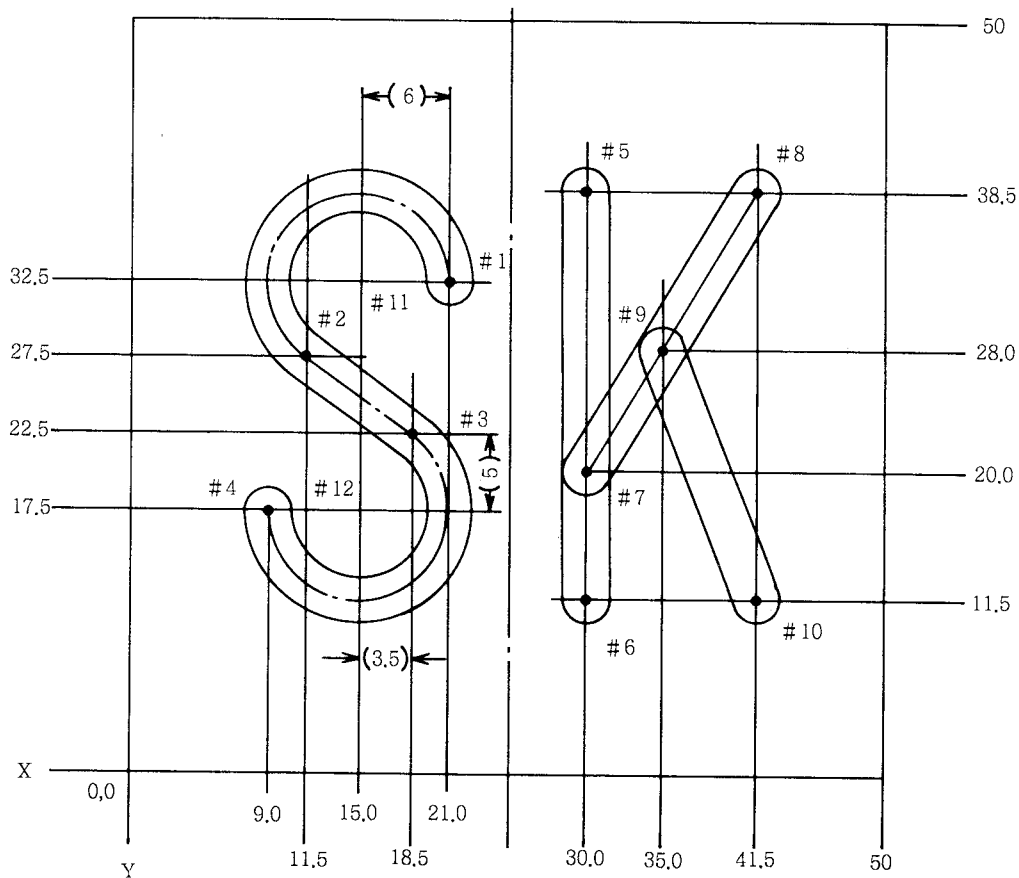

図4-1 英文文字座標列 (倍率2/1)
(図4-1に示すような英文文字で各自のイニシャルを座ぐり加工する)。
(3) プログラム作業
- ・ 図4-1の英文文字座標例によってプログラム作業を説明する。
① ソフトキーのPROGRAMを押す。